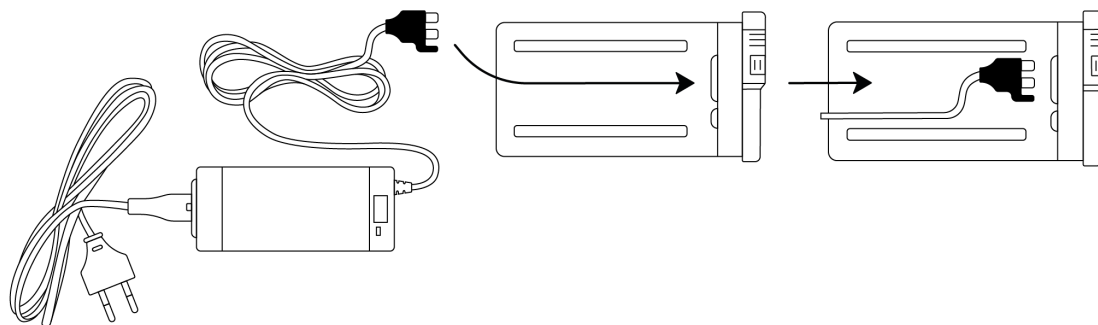

Рис. 8. Схема подключения к аккумулятору через блок питания.
1. Подключить к аккумулятору блок питания: ограничитель на разъеме питания должен находиться справа от контактов разъема (см. Рис. 8).